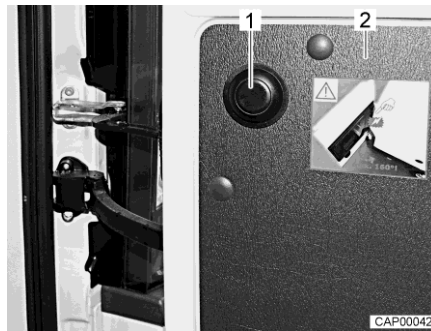

Fig. 13 Bottone a pressione per sbloccare la limitazione
- Aprire la porta di coda (Fig. 13,2) fino all'arresto.
- Premere il bottone a pressione (Fig. 13,1), tenere la porta di coda e aprirla ulteriormente con cautela.